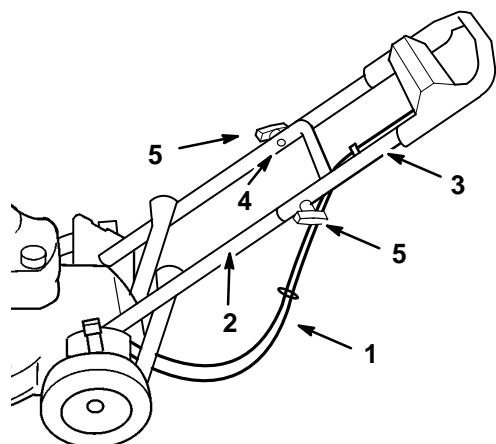

Figure 2
4. Glisser les extrémités du mancheron supérieur en position sur le mancheron inférieur pour que les deux éléments se logent l'un dans l'autre (Fig. 2)
5. Veiller à faire passer les câbles par le dessous ou l'arrière du mancheron inférieur comme illustré à la figure 2.
6. Fixer le mancheron supérieur au mancheron inférieur à l'aide des deux boulons à tête courbe et des deux boutons restants (Fig. 2).